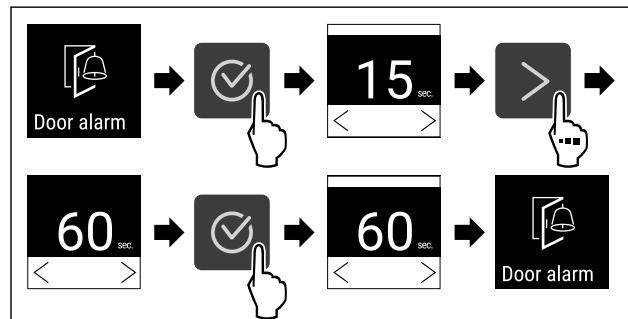

Fig. 87
- Провести етапи операцій (див. Fig. 87) .